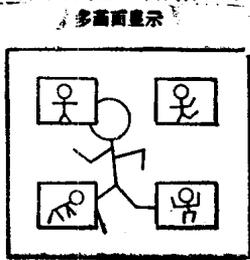

图5 多画面显示
(1) 多画面（4个画面）显示：所有辅助画面可以都是静止画面，也可以有3个静止画面及一个活动画面，但是，主画面总是活动的，见图5。